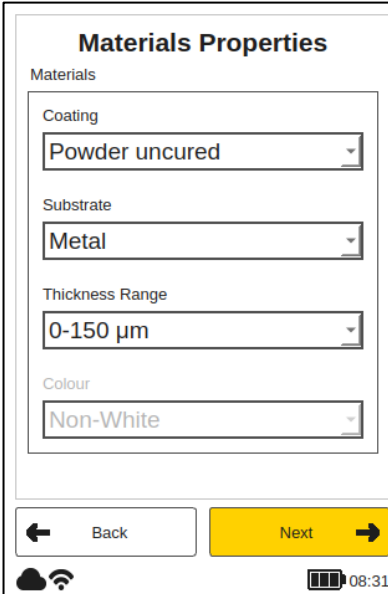

Figure 34 : Propriétés des matériaux
Lorsque vous sélectionnez « Suivant », un nouvel écran s'affiche (voir figure 34 : Propriétés du matériau), qui affiche les options d'étalonnage initialement choisies. Utilisez les touches fléchées haut/bas (D) pour naviguer entre les différents champs et appuyez sur le bouton OK (C) pour ouvrir le menu déroulant correspondant. Pour sélectionner une option dans le menu déroulant, procédez de la même manière. Le menu « Propriétés du matériau » offre les options suivantes :